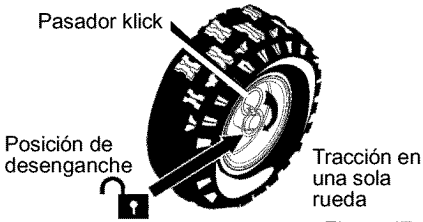

Figura 47
2. Para facilitar la maniobra de la unidad en condiciones de nieve ligera, desconecte el **pasador klick** de la **posición de enganche** de la rueda e introdúzcalo en el agujero para tracción de una rueda (**desenganche solamente el agujero del eje**). Figura 47.